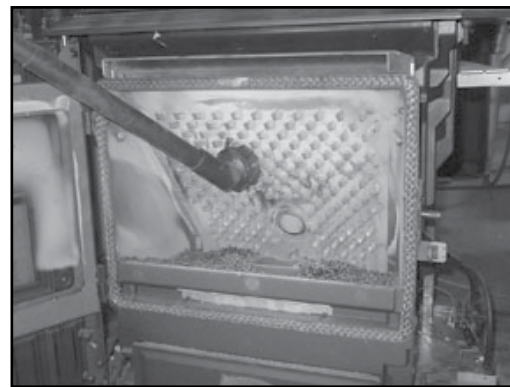

Figure 17.3
- Passez l'aspirateur sur les cendres de l'échangeur de chaleur au moyen d'un embout pour meubles. Passez également l'aspirateur à l'arrière du déflecteur. Inspectez le tube stabilisateur et enlevez les résidus accumulés dans le tube. **Figure 17.3.**